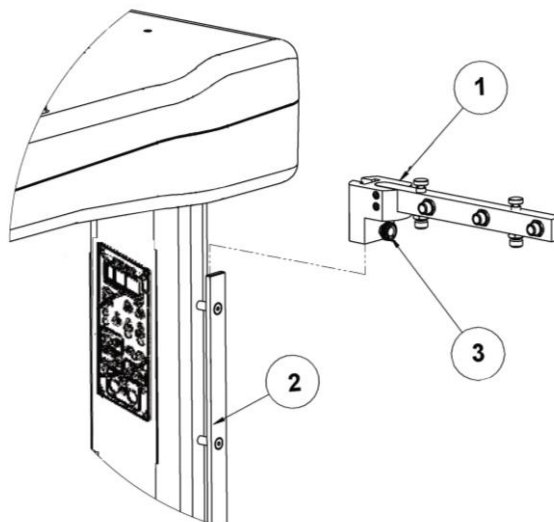

Figura 65 – Montagem da Régua Tripla
- Colocar a régua tripla (1) na régua para fixação de acessórios (2), conforme figura 65.
- Posicionar a régua tripla (1) na régua para acessórios (2) na posição desejada e girar o manípulo (3) da régua tripla para direita para fixá-la na régua para acessórios (2).